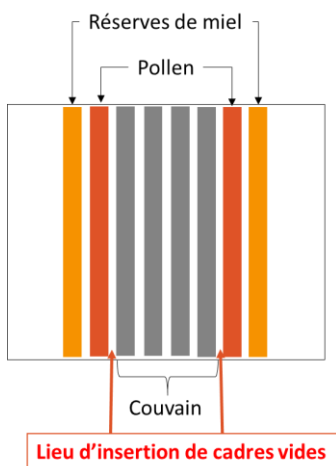

Figure 3: Schéma d'organisation des cadres dans le couvain
- ✓ **Le commencement du nourrissage** se décide en fonction du comportement des abeilles. Le nourrissage doit être démarré lorsqu'il n'y a plus suffisamment de *réserves* (voir *figure 3 page 14*) dans le couvain (fréquemment c'est aux alentours de février – mars). Il peut aussi être démarré directement après la miellée. **Il est préférable de laisser des réserves de miel aux abeilles pour l'hiver afin de limiter le nourrissage.**